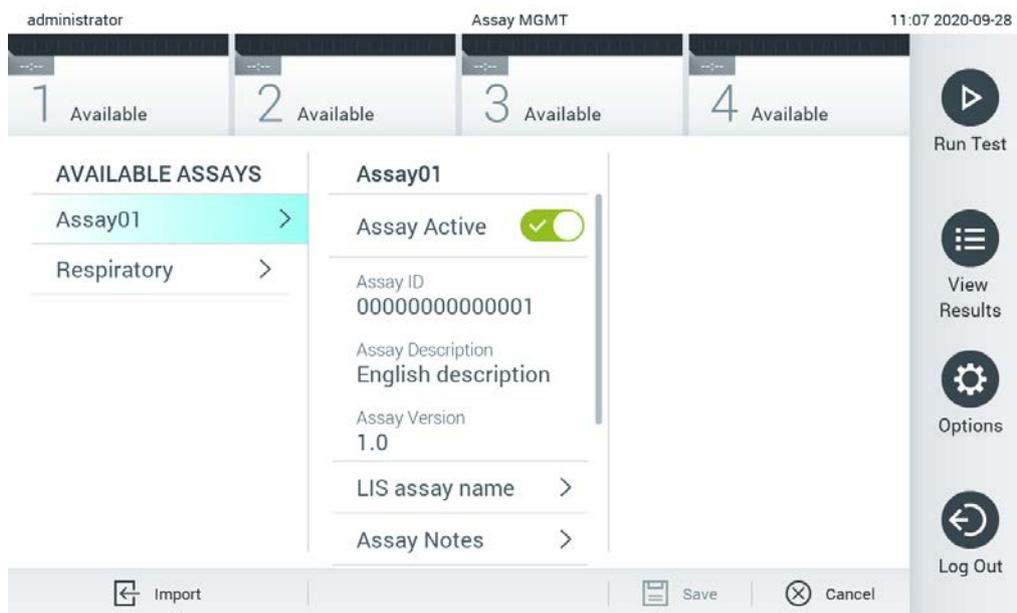

Figura 61. Activación del ensayo.
7. El ensayo quedará activo al pulsar el botón Assay Active (Ensayo activo; figura 61).